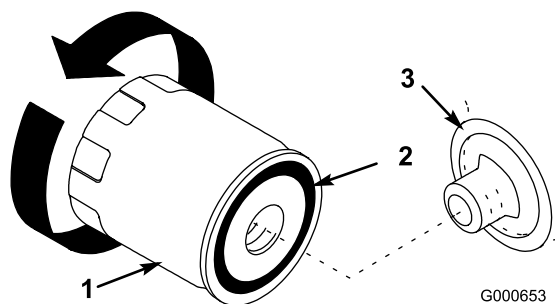

Figure 31
- Enlevez le filtre à huile usagé et essuyez la surface du joint de l'adaptateur (Figure 31).
11. Appliquez une fine couche d'huile neuve sur le joint en caoutchouc du filtre de rechange (Figure 31).
12. Posez le filtre à huile de rechange sur l'adaptateur. Tournez le filtre dans le sens horaire jusqu'à ce que le joint rejoigne l'adaptateur, puis donnez 1/2 tour supplémentaire (Figure 31).